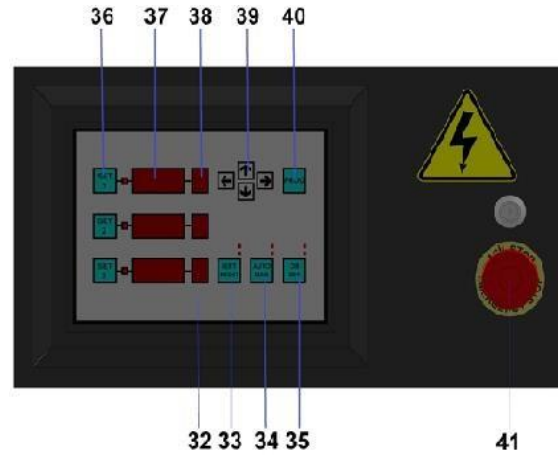

Figure 6: 380V Digital Machine Control Buttons
- Appuyez sur le bouton SET sur le panneau de commande et sur le bouton PROG et entrez les données souhaitées. Utilisez les flèches HAUT et BAS (Figure:6 No:39) et entrez le degré d'angle voulu par rapport à l'indicateur d'angle. (Figure:6 No:37) Appuyez sur la flèche droite et passez à l'indicateur d'unité (Figure:6 No:38) et entrez l'unité souhaitée. Une fois les données d'angle et d'unité saisies, appuyez sur la flèche vers le bas et passez à la ligne SET. Entrez les données pour définir la ligne et enregistrez-les en appuyant sur le bouton PROG. Une valeur maximale de 9 peut être entrée pour chaque indicateur de ligne défini.
- Une fois le réglage terminé, passez sur le bouton MAN-AUTO (Figure : 6 No : 34) sur la position AUTO et commencez le pliage en série.